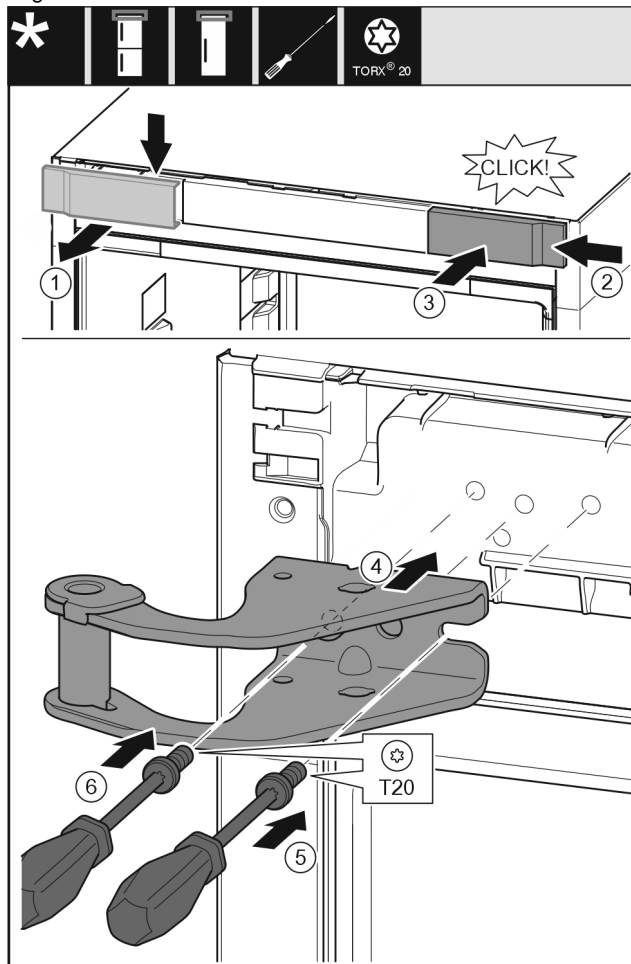

Fig. 7
- ▶ Abdeckung von oben nach vorne abnehmen. *Fig. 7 (1)*
- ▶ Abdeckung um 180° gedreht auf der anderen Seite von rechts einhängen. *Fig. 7 (2)*
- ▶ Abdeckung einrasten. *Fig. 7 (3)*
- ▶ Oberen Lagerbock ansetzen. *Fig. 7 (4)*
- ▶ Schraube mit Schraubendreher T20 ansetzen und festdrehen. *Fig. 7 (5)*
- Schraube mit Schraubendreher T20 einsetzen und festdrehen. *Fig. 7 (6)*